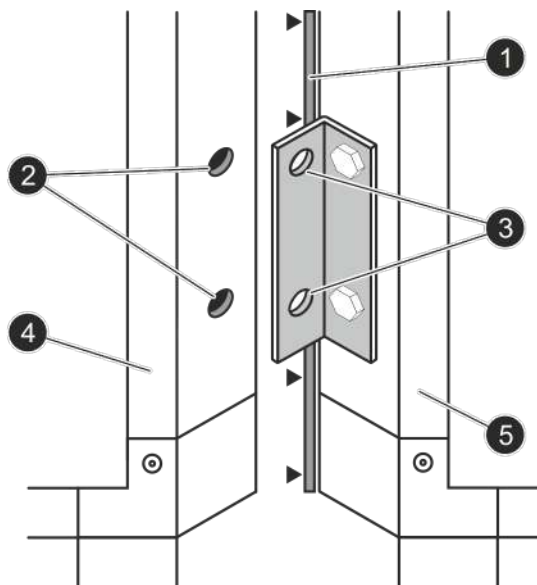

Fig. 20: Unión de cubos
1. Compruebe si la cinta de estanquidad (Fig. 20/1) está pegada al bastidor de perfiles.
2. Si no hay cinta de estanquidad pegada al bastidor de perfiles, limpie y desengrase con acetona el bastidor de perfiles por el punto de adhesión de la cinta de estanquidad autoadhesiva (Fig. 20/1). A continuación, pegue la cinta de estanquidad autoadhesiva a lo largo del punto de adhesión del bastidor de perfiles.
4. ➤ Una los dos bastidores de perfiles (Fig. 20/4+5) con un tornillo de banco.
5. ➤ Introduzca el tornillo de cabeza hexagonal y el tornillo para chapa de cabeza hexagonal en los agujeros roscados (Fig. 20/3) de las escuadras y atorníllelos al bastidor de perfiles (Fig. 20/2).